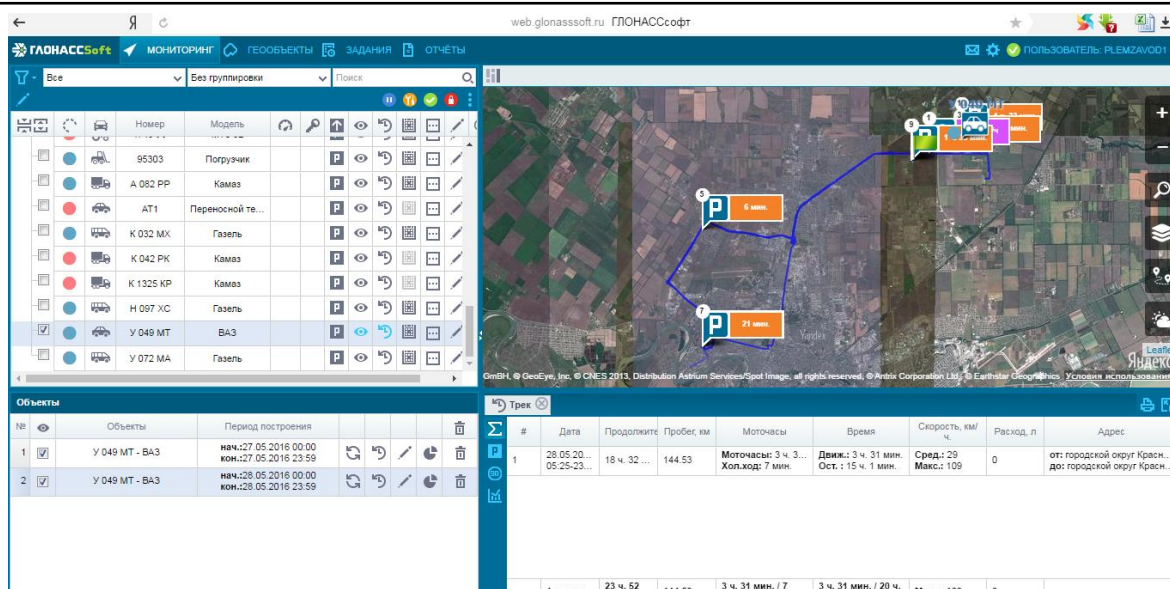

Рисунок 16.5 –
4. Выбрать вкладку _____ (рисунок 16.4) и последовательно включить вкладки **СЕГОДНЯ**, **ВЧЕРА**, **СУТКИ**, **НЕДЕЛЯ**, **МЕСЯЦ**, нажать **ПОСТРОИТЬ** (рисунок 16.5).